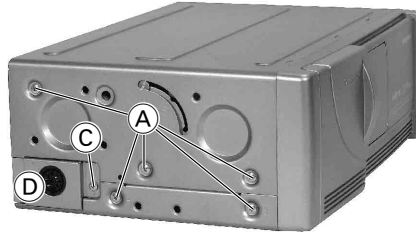

Fig. 2
- 2 Schrauben (C) (Fig. 2 und 3) herauserschrauben und die Abdeckung (D) der Anschlussplatte abnehmen.
- Undo 2 screws (C) (Fig. 2 and 3) and take off the cover (D) of the connection board.